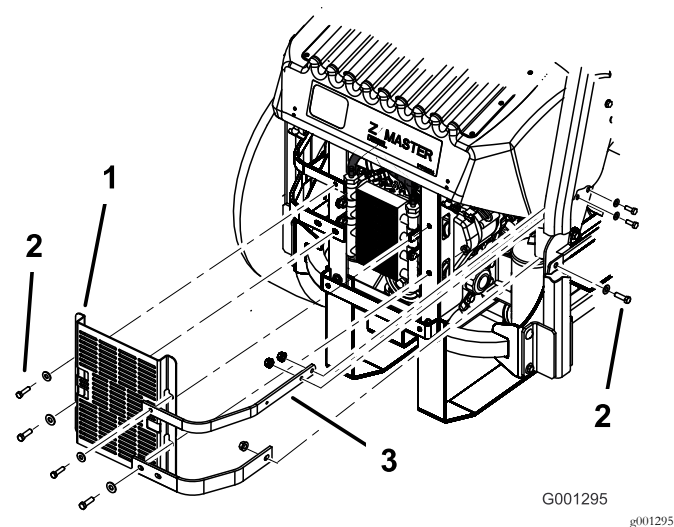

Figura 71
3. Retire los 4 pernos que fijan el protector del enfriador de aceite al bastidor trasero (Figura 71).
4. Retire los 3 pernos que fijan las bridas del motor al lateral de la máquina (Figura 71).
12. Instale el protector del enfriador de aceite y las bridas del motor al bastidor trasero con los 4 pernos que retiró anteriormente (Figura 71).
13. Instale las bridas del motor en el lateral de la máquina (Figura 71).